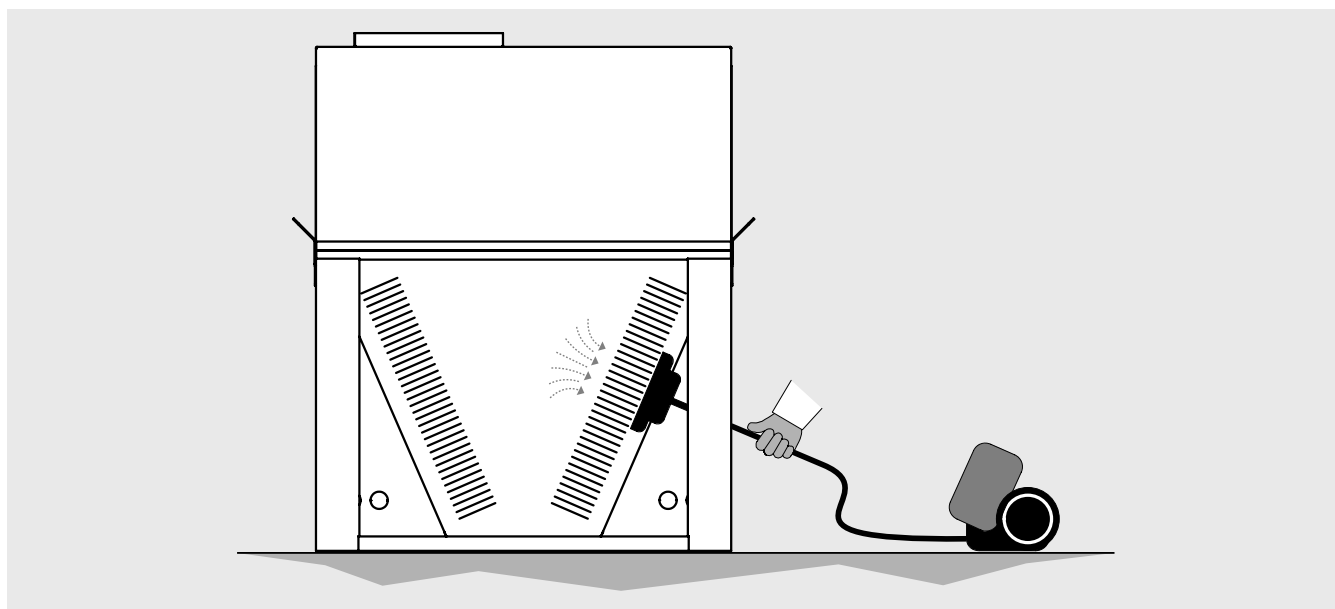

Figure 8
- 11.10 Nettoyer les surfaces des ailettes et des ventilateurs au moins une fois tous les six mois. Aspirer éventuellement du côté entrée d'air (voir "Figure 8").